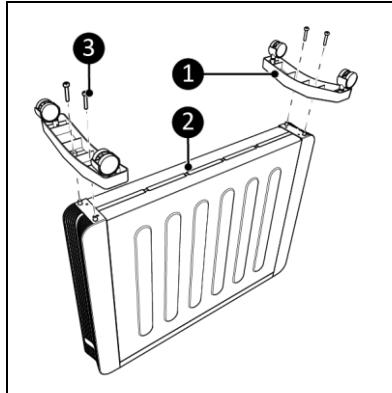

Abbildung 4
- Schrauben Sie die Sockel (Abbildung 4, Pos. 1) mit den mitgelieferten Schrauben (Abbildung 4, Pos. 3) an die Unterseite der Heizung (Abbildung 4, Pos. 2) und ziehen Sie sie fest.